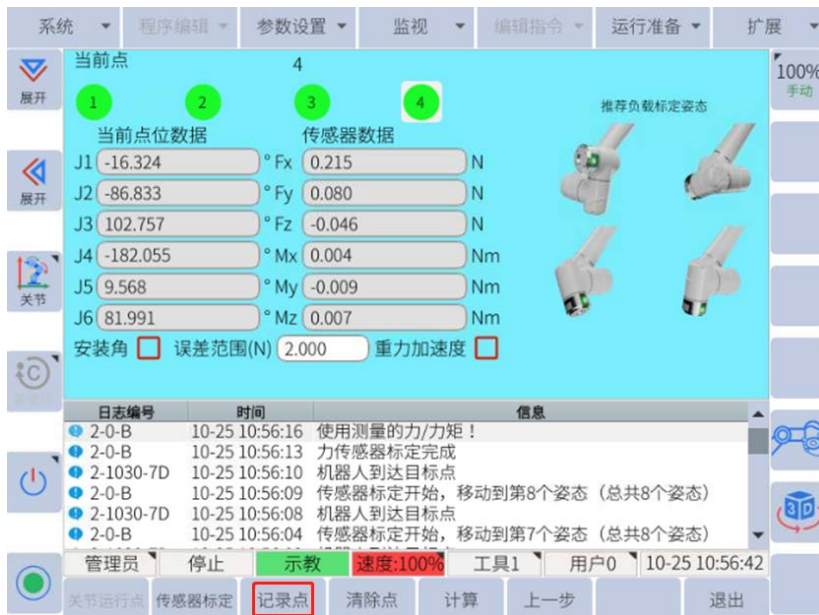

图6-39: 记录点
(a) 点击 1，进入点位 1（默认）的姿态调节界面，按住伺服，通过转动关节（主要是 4、5、6 关节，用于改变机器人末端的姿态）至合理姿态，点击底部菜单栏中的记录点（如图 6-39 所示）。
- (b) 点击2，进入点位2的姿态调节界面，按住伺服，通过转动关节（主要转动4、5、6关节，用于改变机器人末端的姿态）至合理姿态，点击底部菜单栏中的记录点（如图6-39所示）。